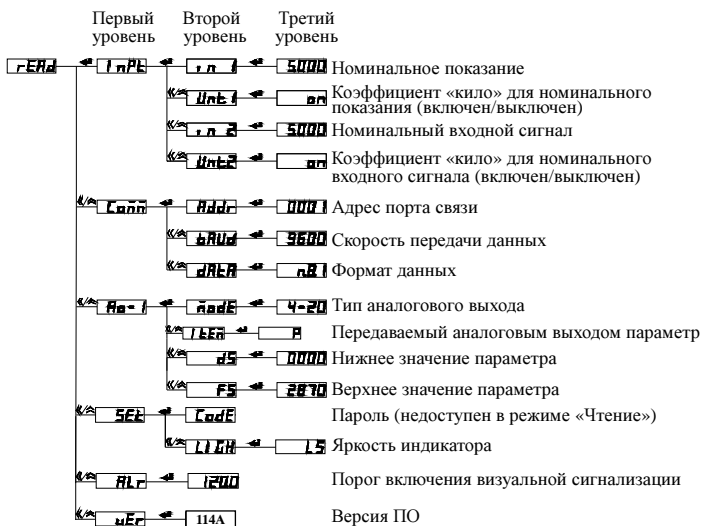

Рис. 4.8 – Структура меню амперметра (PZ194U-2K1T) в режиме *rERd*
1) На рис. 4.8 приведена структура меню приборов модификации К (одноканальный вольтметр PZ194[5]U-2K1T, одноканальный амперметр PA194[5]I-2K1T, частотомер PD194F-2K1T) в режиме *rERd* (ЧТЕНИЕ).